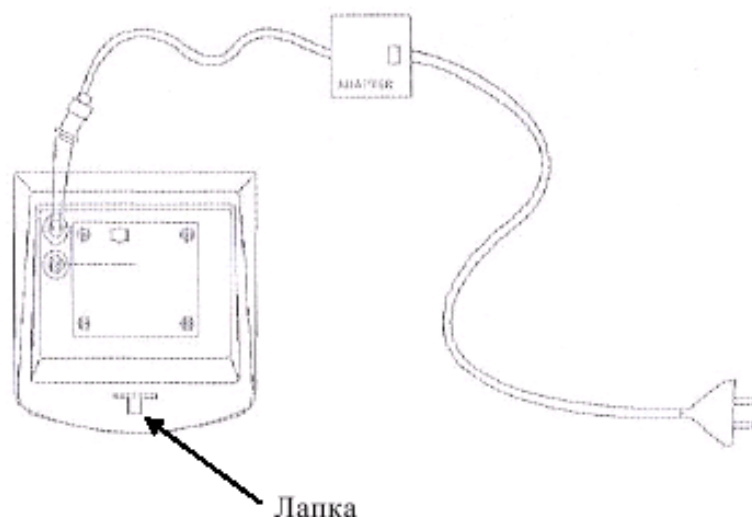

Рисунок 5.1 – Расположение фиксирующей лапки
- ☐ Откройте заднюю крышку индикатора, нажав на фиксирующую лапку вниз (см. рисунок 5.1).